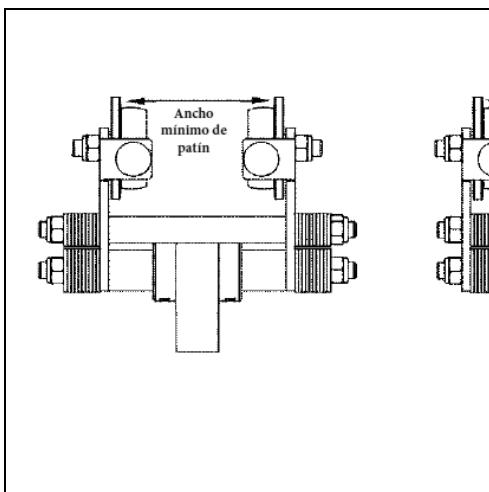

Figura 3-7 Rango de Patín del Trole
- 3) Para aumentar el ancho del patín del trole, retire las arandelas del lado exterior del marco del trole y colóquelas en el lado interior. Para reducir el ancho del patín del trole, retire las arandelas del lado interior del marco del trole y colóquelas en el lado exterior. (Ver **Figura 3-7**)